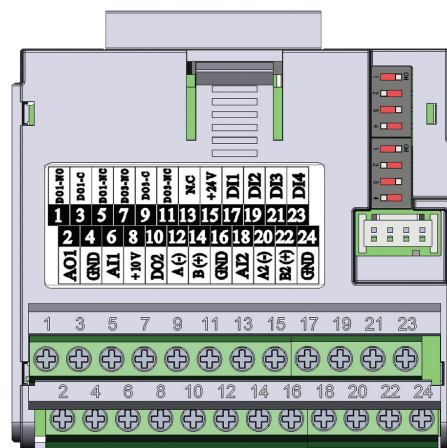

Figura 19.4: Módulo Plug-in CFW500-CRS485
O módulo plug-in CFW500-CRS485 tem a interface Serial (1) através da porta RS485 nos bornes 12 (A-) e 14 (B+), bem como a interface Serial (2) também através de outra porta RS485 nos bornes 20 (A2+) e 22 (B2+), veja Figura 19.4 na página 19-1.